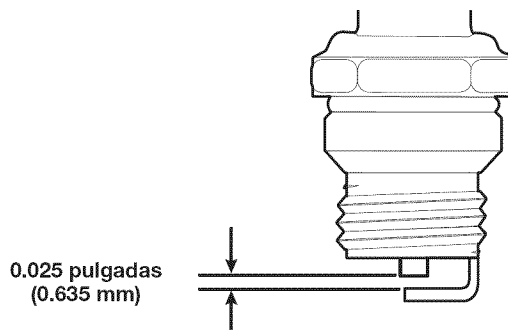

Fig. 24
4. Use un calibrador de hoja para ajustar abertura de la bujía a **0.025 pulgadas (0.635 mm)** (Fig. 24).